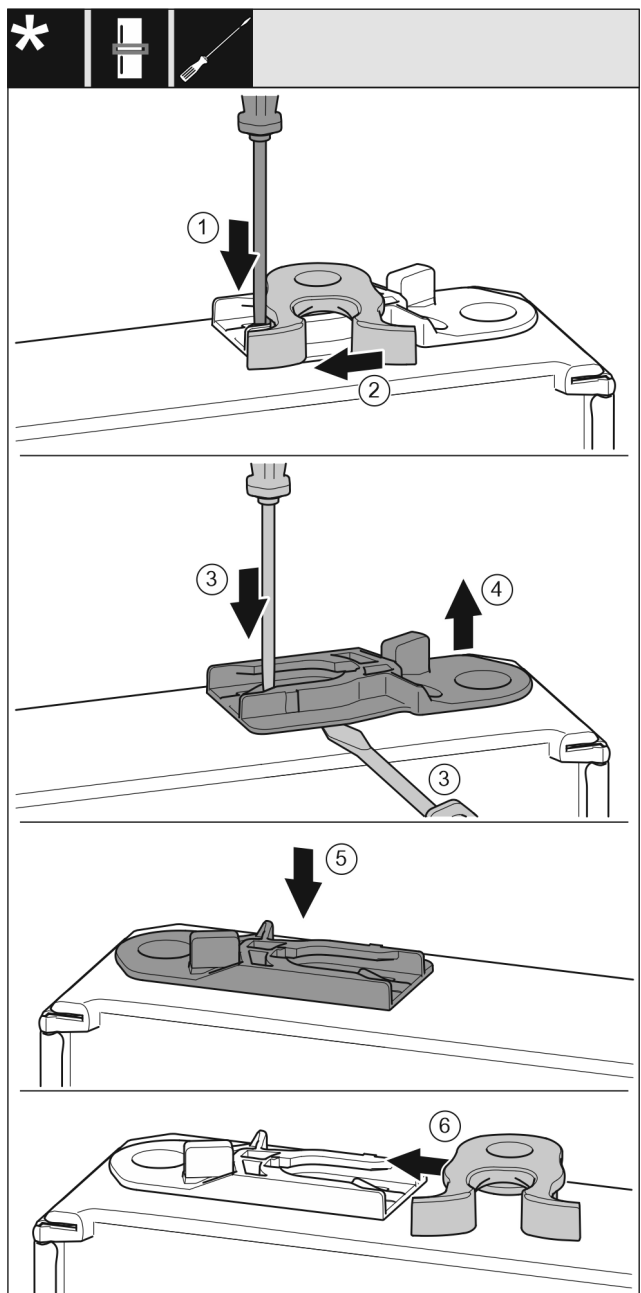

Fig. 28*
- ▶ Apăsați în jos eclisa cu șurubelnița plată.* Fig. 28 (1)
- ▶ Trageți cârligul de închidere din ghidaj.* Fig. 28 (2)
- ▶ Scoateți bucșa de ghidare: Apăsați eclisa cu șurubelnița plată și deplasați concomitent cu șurubelnița plată sub bucșa de ghidare.* Fig. 28 (3, 4)
- ▶ Împingeți bucșa de ghidaj atașată în pachetul de livrare pe altă parte a carcsei.* Fig. 28 (5)
- ▶ Împingeți cârligul de închidere în ghidaj.* Fig. 28 (6)